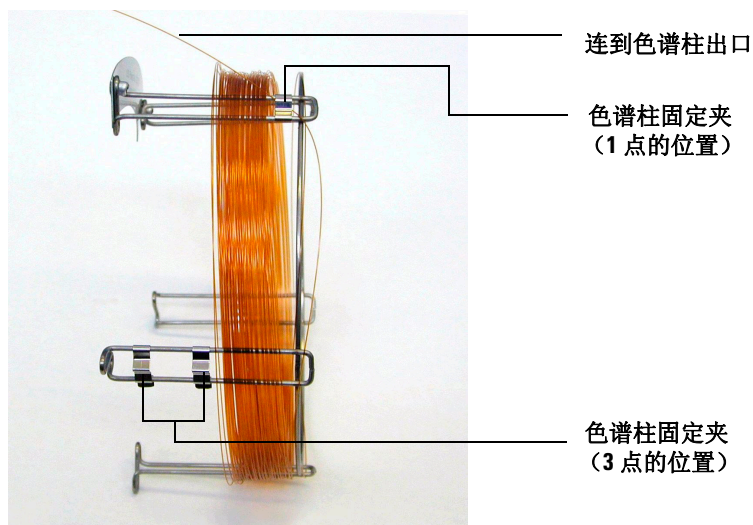

图 5 色谱柱穿过 1 点的位置
- 4 将色谱柱的出口穿过 1 点位置的固定夹，这样色谱柱的出口就会指向色谱柱架的前面。请参阅图 5。